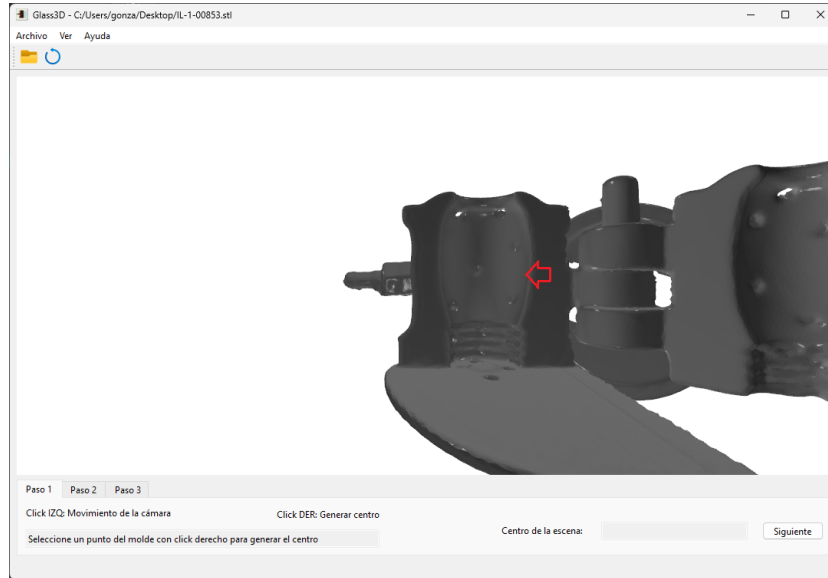

Figura 2: Definir centro: Clic derecho sobre el modelo
1. Hacer clic derecho sobre el modelo importado. Figura 2